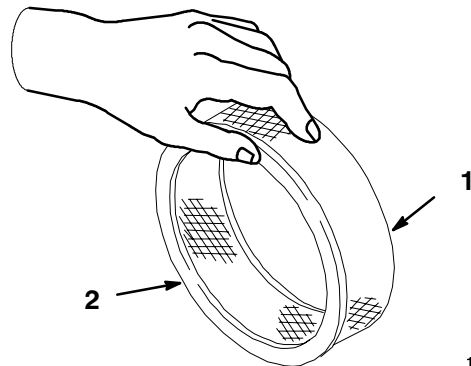

Bild 19
6. Klopfen Sie den Einsatz leicht auf eine flache Unterlage, um Staub und Schmutz zu beseitigen (Bild 19).